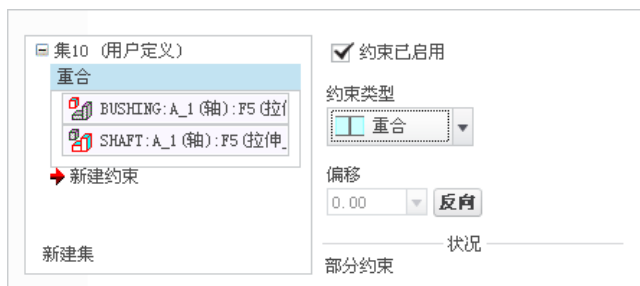
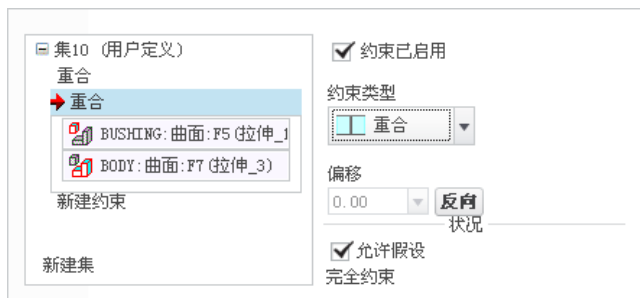

图 9.5.27 “重合”约束参考
图 9.5.28 “重合”约束参考
(2) 创建“重合”装配约束，将零件**隔套** (bushing) 装配到零件**轴** (Shaft) 中，轴  重合约束和平面  重合约束的参考分别如图 9.5.27 及图 9.5.28 所示。